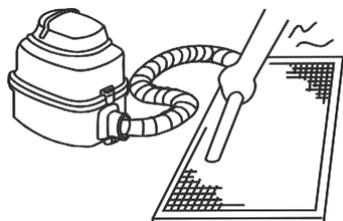

Fig.6-2
- a. O ar interior deve ser dirigido para cima caso se utilize um aspirador (ver Fig. 6-2).